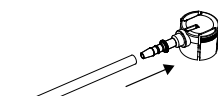

Fig.11
3. Coloque la manguera de cerveza incluida en uno de los adaptadores para Heineken incluidos (fig. 11).